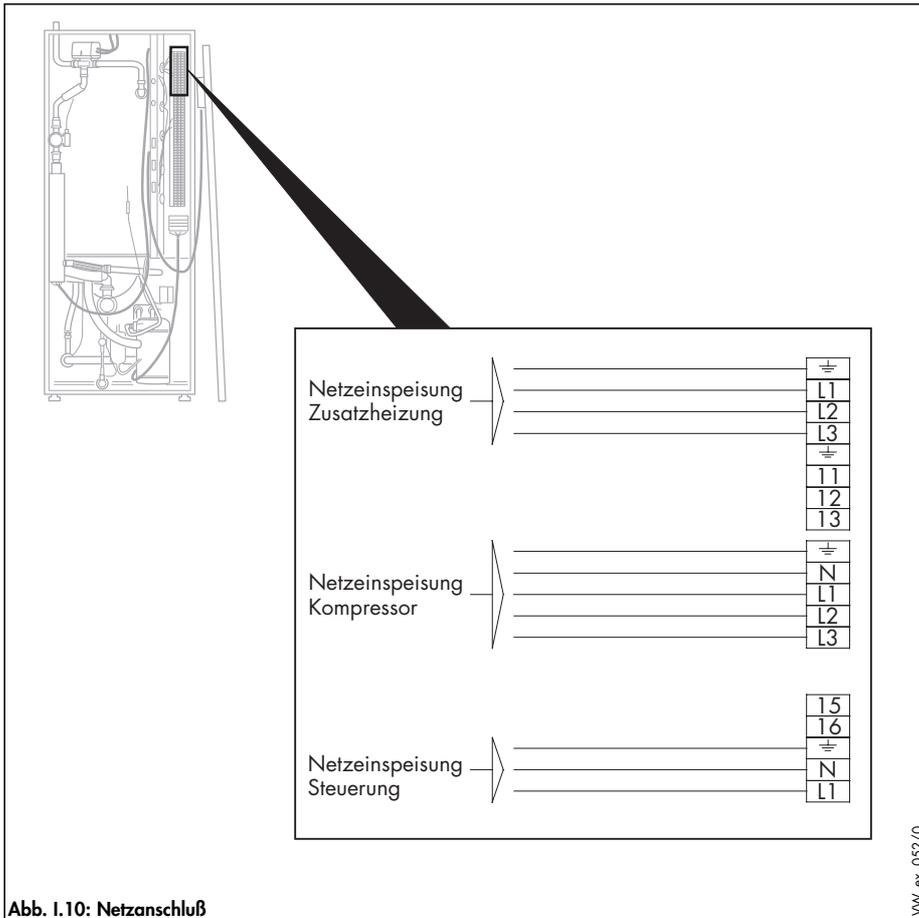

Abb. I.10: Netzanschluß
- Verbinden Sie die Netzanschlußkabel mit den entsprechenden Anschlüssen der Netzanschlußklemme (Abb. I.10).